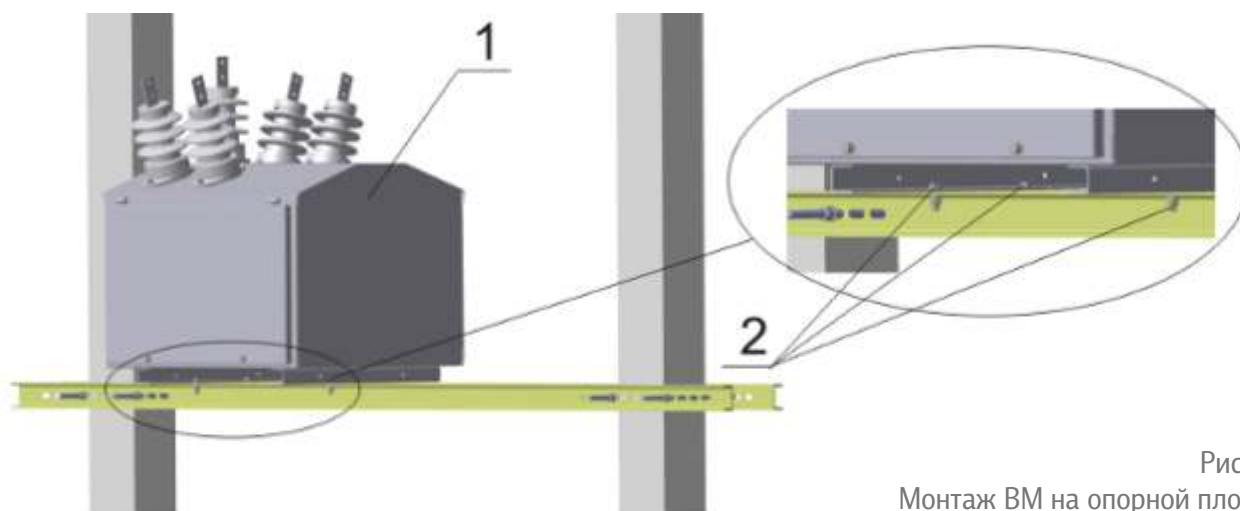

Рисунок 6
- ✓ Установить шкаф ВМ (поз.1 рис. 6) на смонтированной опорной площадке, и закрепить 4-мя болтами М12 (поз.2 рис. 6), входящими в комплект поставки.